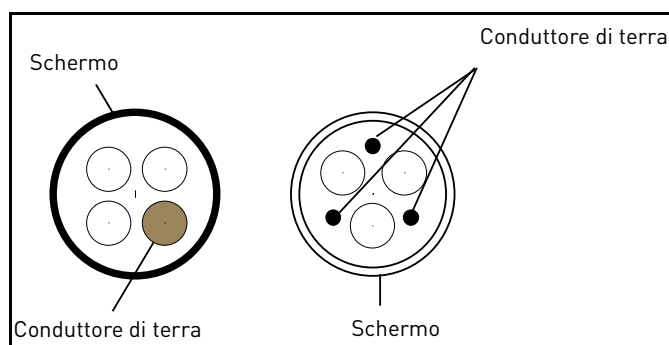

Figura 18.
- 2 = Cavo di alimentazione simmetrico dotato di filo protettivo concentrico e adatto alla specifica tensione di rete. (consigliato un cavo di tipo MCMK o simile). Vedere Figura 18.
- 3 = Cavo di alimentazione simmetrico dotato di schermo compatto a bassa impedenza e adatto alla specifica tensione di rete. [consigliato un cavo di tipo MCCMK, EMCCK o simile; consigliato un cavo con impedenza di trasferimento (1...30MHz) di massimo 100mohm/m]. Vedere Figura 18. *Per il livello C2 EMC è necessaria una messa a terra a 360° dello schermo del cavo lato motore.